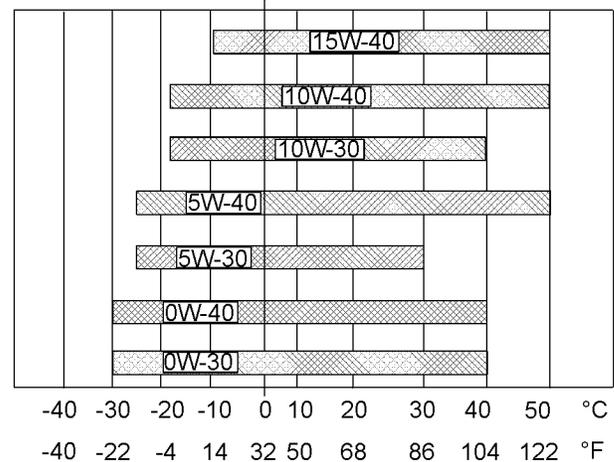

Abbildung 37
Siehe Abbildung 37 (Mindesttemperatur) zur Bestimmung der notwendigen Ölviskosität zum Starten eines kalten Motors.
Siehe Abbildung 37 (Höchsttemperatur) zur Bestimmung der notwendigen Ölviskosität für den Motorbetrieb bei der höchsten zu erwartenden Umgebungstemperatur.
- Siehe die entsprechenden "Schmierstoffviskositäten". Siehe Abbildung 37 zur Bestimmung der für den Motor richtigen Viskositätsklasse.